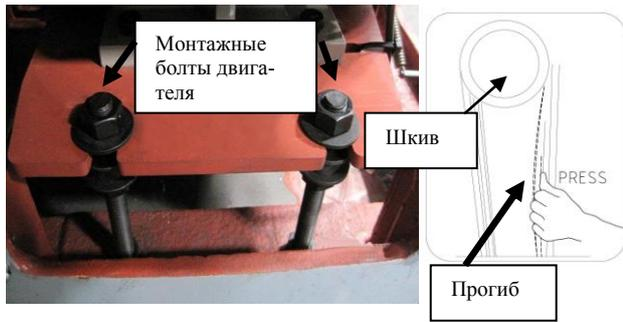

Рис. 92. Регулировка зубчатого ремня.
- Отвинтите шестигранные гайки на монтажных болтах двигателя (Рис.92), сместите монтажную плиту двигателя вверх или вниз и отрегулируйте натяжение зубчатого ремня. При правильном натяжении, каждый ремень должен прогибаться приблизительно на 19 мм при сильном нажатии.